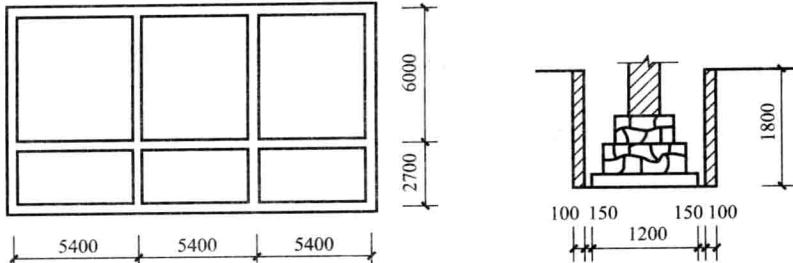

图 1-7 挖沟槽支挡土板示意图
**【例 1-8】** 如图 1-7 所示，求挖沟槽支挡土板土方工程量。
挖沟槽土方的清单工程量计算规则是按设计图示尺寸以基础垫层底面积乘以挖土深度计算， $3 \times 5.4 \times 2 + (2.7 + 6.0) \times 2 = 49.80\text{m}$  为外墙地槽中心线长，其中  $3 \times 5.4 \times 2$  表示横向两道外墙地槽的长度， $(2.7 + 6.0) \times 2$  表示纵向两道外墙地槽的长度，具体尺寸查看图 1-7，6.0 表示内墙上部地槽的长度， $(0.6 + 0.6)$  表示内墙基础垫层的宽度，2.7 也为内墙地槽下部的长度， $3 \times 5.4$  为横向内墙地槽的长度，内墙地槽计算净长即 27.6，27.6 表示内墙地槽总净长，1.2 为垫层底宽，1.8 表示挖土深度。